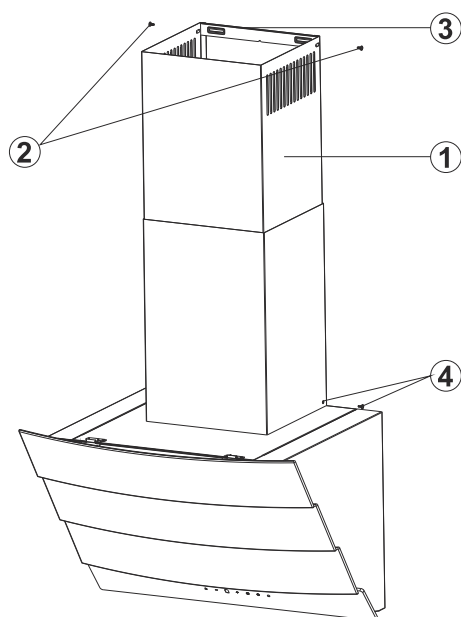

Fig. 7
- Indvendig skorsten (nr. 1) skal afmonteres ved at skrue på skrue nr. 2 (Fig. 7). Derefter kan indvendig skorsten skydes ind i det udvendige skorsten.
- Udvendig skorsten kan afmonteres ved at skrue på skrue nr. 4 (Fig. 7). Fjern nu begge skorstenene.
- Montere nu skorstenene på punkterne (Fig. 7).